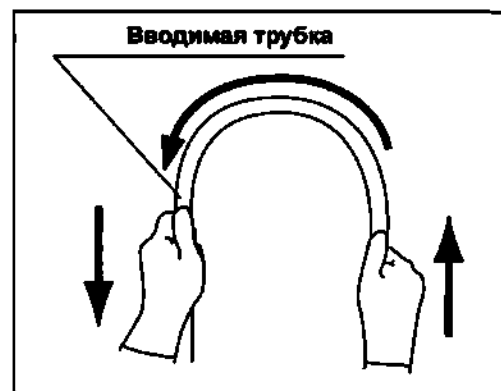

Рисунок 3.4
- 6 Обеими руками согните вводимую трубку эндоскопа полукругом. Затем, передвигая руки в направлении, указанном стрелками на рис. 3.4, убедитесь в том, что вводимая трубка пластична и легко сгибается в полукольцо по всей длине.